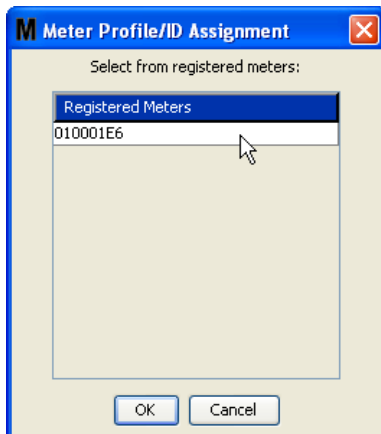

FIG. 88
- **Pulsante LINK/UNLINK** (Collega/Scollega): quando tutti i parametri sulla schermata Meter Profile (Profilo dosatore) sono stati completati, fare clic sul pulsante Link (Collega) per visualizzare la schermata Meter Profile/ID Assignment (Profilo dosatore/Assegnazione ID) illustrata nella FIG. 88. Dall'elenco di dosatori registrati, selezionare un dosatore al quale associare il profilo dall'elenco. Fare clic su OK per chiudere la schermata e salvare le modifiche.